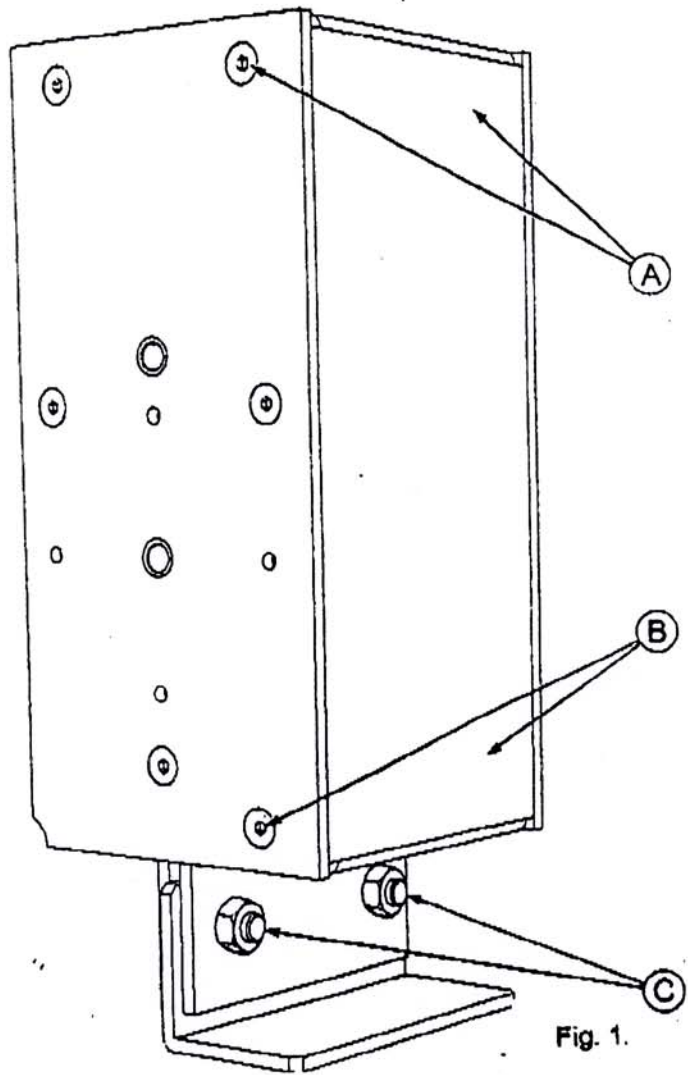
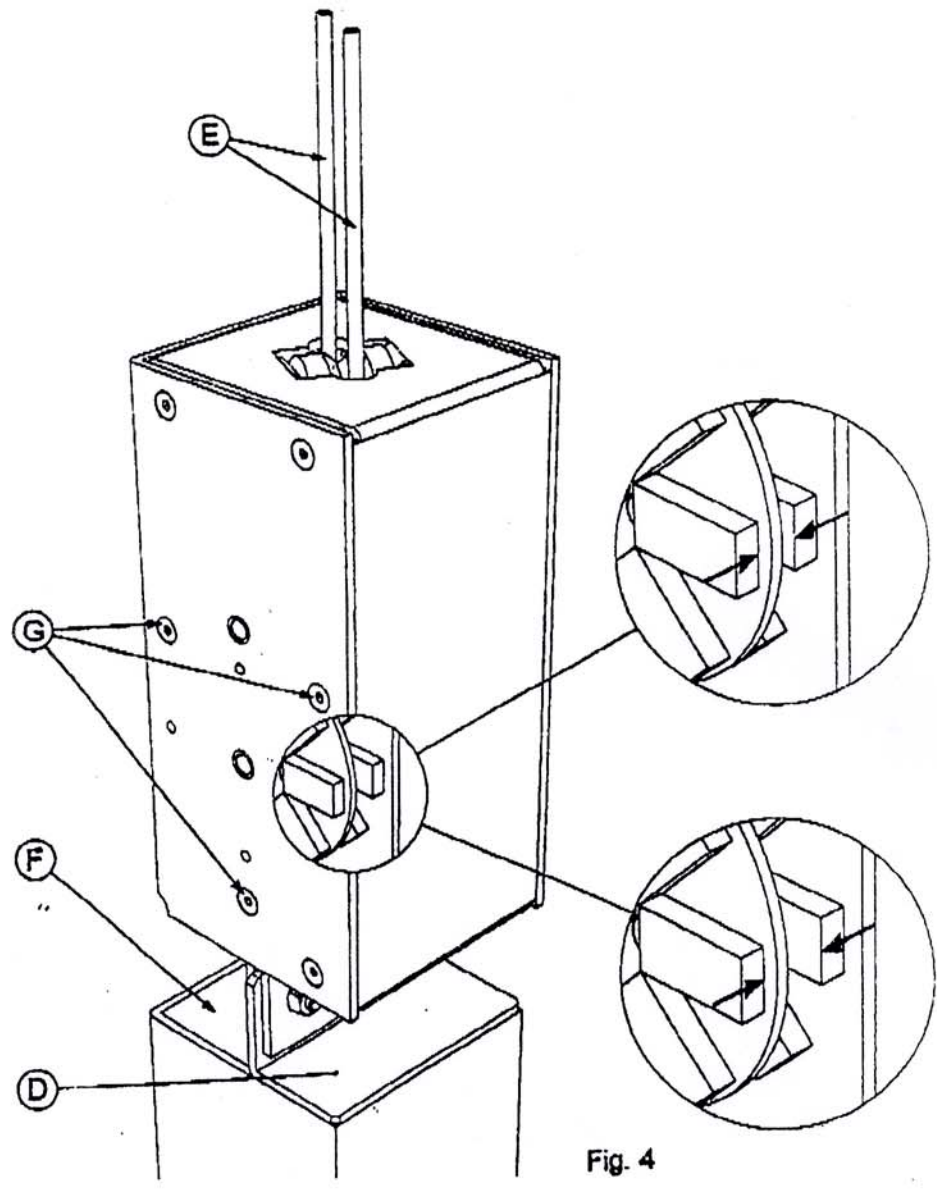

Fig. 1.
Fig. 4
- A. Ruuvit A ja B (2,5 mm avain) ja pultit C poistetaan (Fig. 1). **BRAKY®- C 2000** Avataan. L-profiili D asennetaan vastapainoon F (Fig. 4.) (Ovivalmistaja on saattanut asentaa oven valmistuksen yhteydessä)